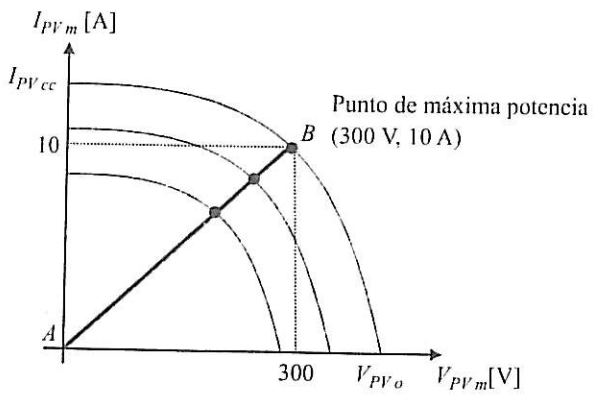

FIGURA 8.17.2 Estrategia de control destinada a imponer el punto de máxima potencia en los paneles solares fotovoltaicos.
- 2) Suponiendo que, en función de las diferentes condiciones de radiación solar y temperatura, la ley de control que consigue imponer funcionamiento de los paneles en el punto de máxima potencia es lineal y sigue la gráfica de la Figura 8.17.2, calcular los valores mínimo y máximo del ángulo de disparo de los tiristores, para que puedan recorrerse todos los puntos de la recta de control representada en la Figura 8.17.2 (todos los puntos comprendidos entre A y B).
Teniendo en cuenta la estrategia de control, que se presenta en la Figura 8.17.2, el ángulo mínimo será aquel que proporcione tensión cero en la carga. Considerando la tensión media que proporciona el rectificador, que viene dada por (8.17.1), el ángulo de disparo que proporciona tensión media cero es  $\alpha = 90^\circ$ . Por otro lado, el ángulo que proporciona el valor medio máximo se ha calculado en el apartado anterior, teniendo en cuenta que es el que permite alcanzar el valor más negativo de tensión media en el rectificador. Por tanto, la respuesta será:
Considerando que la ley de control, recogida en la Figura 8.17.2, puede entenderse también como el lugar geométrico de los puntos de máxima potencia, a partir de ella podrá determinarse cuál es la tensión media que deberá imponer el rectificador en este caso.
Por otro lado, la ley de control de la Figura 8.17.2 puede expresarse mediante la ecuación general: